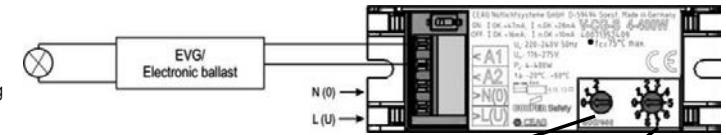

Bild 1/Fig. 1
Die Netzverbindung ist an den Klemmen L(U), N(O), die Zuleitung zur angeschlossenen Leuchte an den Klemmen A1, A2, herzustellen (Bild 1).
The mains connection has to be set to terminals L(U) and N(0), for luminaire connections terminals A1 - A2 have to be used (Fig 1).